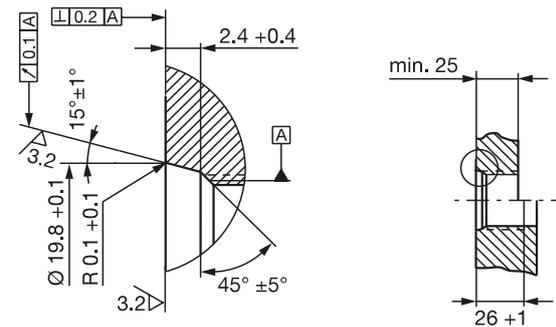
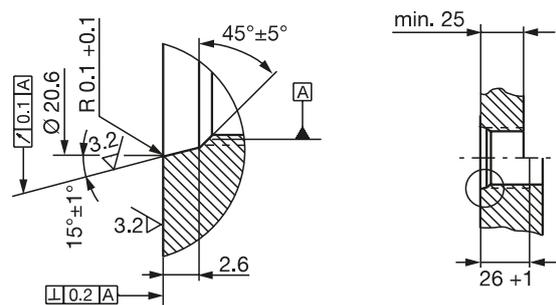

Fig. 4-3: Foro di avvitamento M18x1.5 secondo ISO 6149 O-ring 15.4x2.1
Fig. 4-4: Foro di avvitamento 3/4"-16UNF secondo SAE J475 O-ring 15.3x2.4
- ▶ Creare il foro di avvitamento con filettatura (eventualmente allargamento per l'O-ring) come da Fig. 4-3 o Fig. 4-4.